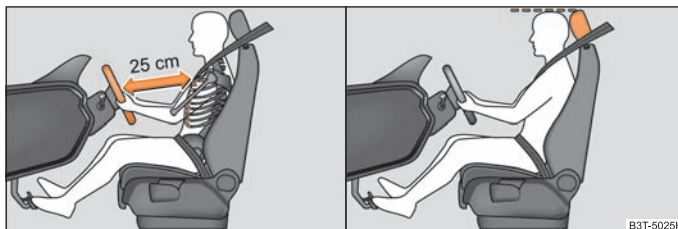

Fig. 147 La distancia correcta entre el conductor y el volante / el ajuste correcto del reposacabezas del conductor
- Ajuste el volante de tal modo, que la distancia entre el volante y el esternón sea, como mínimo, de 25 cm ⇒ **fig. 147** - lado izquierdo.
- Ajuste el reposacabezas de tal modo, que el borde superior del mismo se encuentre de ser posible a la misma altura que la parte superior de su cabeza ⇒ **fig. 147** - lado derecho
- El conductor se ha de mantener a una distancia mínima de 25 cm del volante ⇒ **fig. 147** - lado izquierdo. Si no respeta la distancia mínima, el sistema de airbag no podrá protegerle - ¡Peligro de muerte!
- Ajuste el reposacabezas de tal modo, que el borde superior del mismo se encuentre de ser posible a la misma altura que la parte superior de su cabeza ⇒ página 165, fig. 147 - lado derecho
- Ajuste los reposacabezas de tal modo, que el borde superior de los mismos se encuentre de ser posible a la misma altura que la parte superior de la cabeza ⇒ página 165, fig. 147.